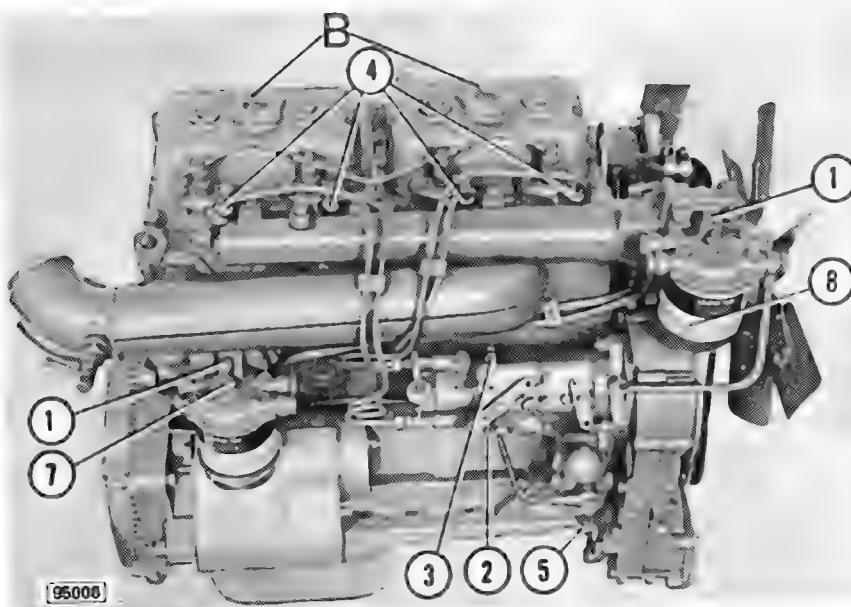

Fig. 8
Se desface șurubul central (de fixare) (7 fig. 8) al filtrului de motorină și se scoate cartușul filtrant. Dacă, după înlocuirea elementului filtrant, alimentarea cu motorină nu este satisfăcătoare, se va proceda și la înlocuirea elementului filtrant al celui de al doilea filtru (8 fig. 8). Această înlocuire trebuie făcută de către personalul specializat al atelierelor "Service".
20. ÎNLOCUIREA CARTUSULUI FILTRANT AL FILTRULUI DE SIGURANTA (8 fig. 8)